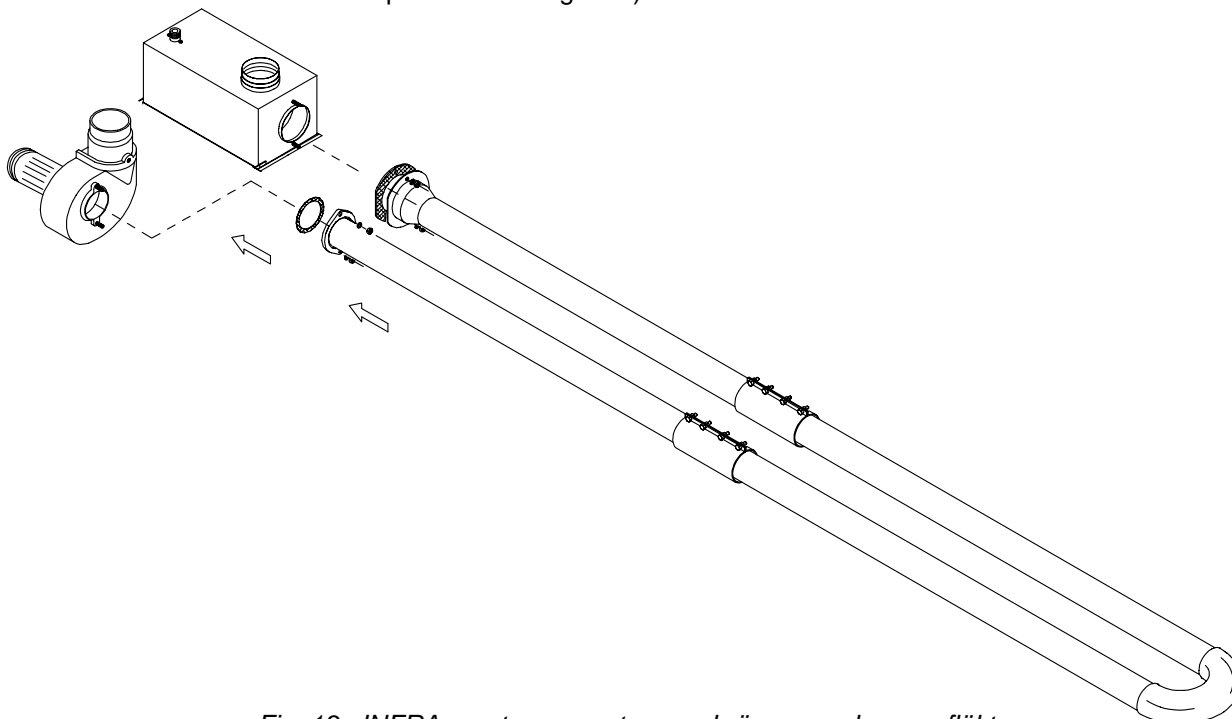

Fig. 13a INFRRA montage: montage av brännare och avgasfläkt
- 2) Montera brännaren och fläkten i ändarna på strålningsstuberna (fläkten monteras på den rörliga flänsen och brännaren på den fasta: fig. 13a).